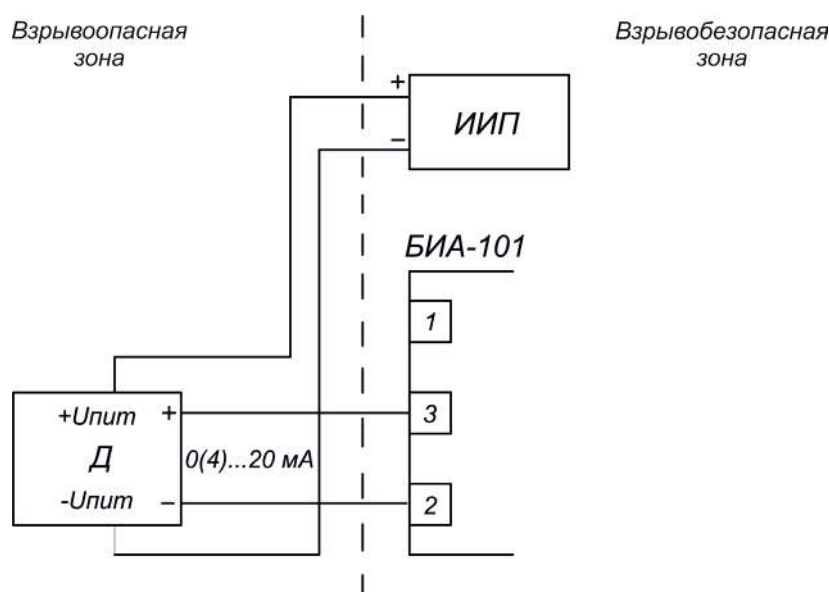

Рис. 48. Подключение датчика с выходом 0...20 мА (4...20 мА) по четырехпроводной схеме
При использовании токового выхода барьера БИА-101 подключение необходимо производить по одному из вариантов, изображенных на рис.48.
Для получения выходного сигнала 0 (4)...20 мА необходимо использовать схемы, изображенные на рис. 48.